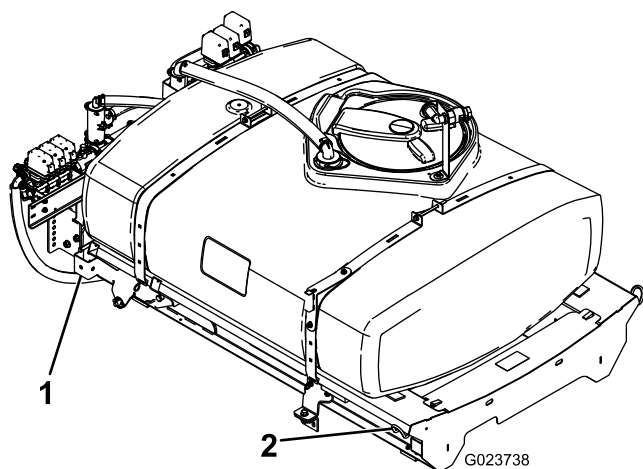

Рисунок 9
1. Используя подъемное устройство, поднимите раму бака в сборе (Рисунок 9) и расположите ее поверх рамы автомобиля так, чтобы насос и клапан в сборе были направлены назад.